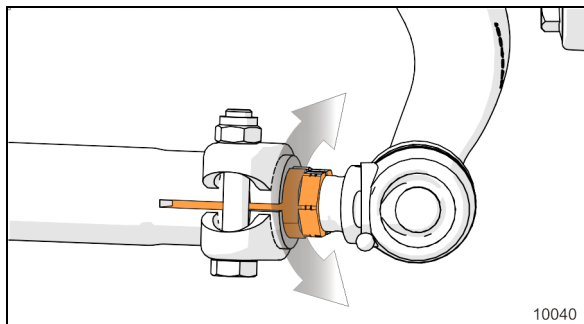

FIGURE 49: BAGUE D'AJUSTEMENT FIN SUR LA BIELLE DE LIAISON
- b. Faire tourner la bague d'ajustement (Figure 49) pour obtenir la mesure de pincement spécifiée.